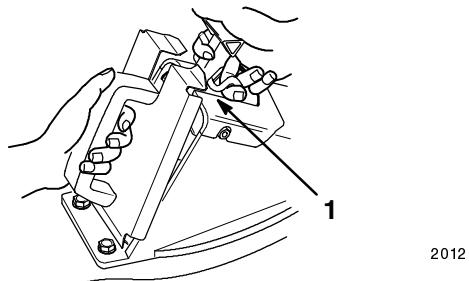

Figure 89
4. Introduisez l'obturateur dans l'éjecteur et montez la partie inférieure en premier (Fig. 89).
5. Soulevez le verrou de la poignée du volet (Fig. 89) et enfoncez complètement le haut de l'obturateur tout en tirant la poignée en arrière.